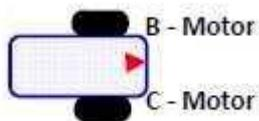

Fig.1
1. due ruote motrici anteriori ( diametro 2,2 pollici corrispondenti a 5,3 cm ) , i motori sono collegati ai porti di uscita come mostrato in fig.1